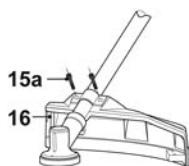

Рис. 4
- > Поместите защитный кожух (16) на опору.
- > Закрепите защитный кожух [16] с помощью монтажных комплектов [15], используя ключ типа Torx T30 [41] как отвертку (рис. 4).